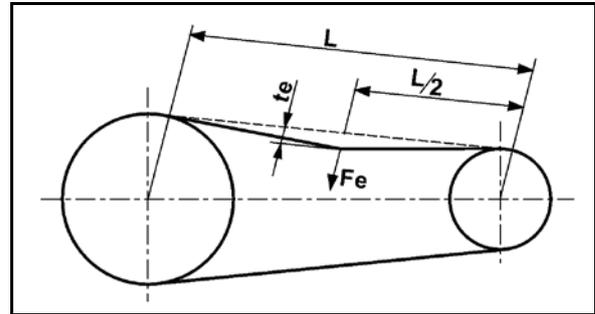

Fig. 184
1. Comprobar que el nivel de aceite sea visible en la marca (Fig. 184/1) con la bomba parada y en posición horizontal.
2. Retirar el tapón (Fig. 184/2) y rellenar con aceite, si el nivel no es visible en la marca (Fig. 184/1).
2. Retirar el tapón (Fig. 184/2).
5. Girar alternativamente el eje de accionamiento a derecha e izquierda y reponer el aceite nuevo poco a poco. La cantidad de aceite correcta se ha alcanzado cuando el aceite se ve en la marca (Fig. 184/1).
- Prestar atención a la posición de montaje que ocupan las válvulas en el lado de aspiración y en el de presión, antes de extraer los grupos de válvulas (Fig. 184/5).
- En el ensamblaje, asegurarse de no dañar la guía de la válvula (Fig. 184/9). Los daños pueden provocar bloqueos en las válvulas.
- Es imprescindible apretar las tuercas (Fig. 184/1,2) en cruz y con el par de apriete indicado. Si los tornillos no se aprietan como es debido, se produce una deformación y, en consecuencia, una falta de estanqueidad.
2. Retirar las tuercas (Fig. 184/1,2).
3. Retirar el canal de aspiración y el de presión (Fig. 184/3 y Fig. 184/4).
4. Extraer los grupos de válvulas (Fig. 184/5).
5. Comprobar si hay daños o signos de desgaste en el asiento de la válvula (Fig. 184/6), la válvula (Fig. 184/7), el muelle de la válvula (Fig. 184/8) y la guía de la válvula (Fig. 184/9).
6. Retirar la junta tórica (Fig. 184/10).
8. Montar los grupos de válvulas (Fig. 184/5), tras haber concluido la comprobación y la limpieza.
9. Colocar juntas tóricas nuevas (Fig. 184/10).
10. Embridar el canal de aspiración (Fig. 184/3) y el de presión (Fig. 184/4) en la carcasa de la bomba.
11. Apretar las tuercas (Fig. 184/1,2) en cruz y con un par de apriete de **25 Nm (BP 160-185) / 20 Nm (AR 250-280)**.